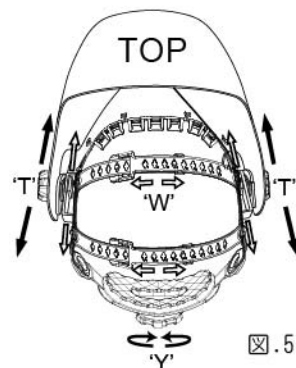

図.5
ヘッドバンドの後部にあるノブを回して、ヘッドバンドの外周を広げたり、縮めたりすることができます(図.5の調整“Y”参照)。本遮光面を装着したままの状態で、この調整を行うことができます。ヘッドギアを頭部にしっかりと固定しながら、きつすぎない程度のしっかりとしたフィット感を得ることができます。
- ・頭部のヘッドバンドの位置が高すぎたり、低すぎたりする場合は、頭部の最上部を通るストラップを調整してください。ストラップの調整は、ヘッドバンドの穴にはまった突起部（ロッキングピップ）を押してはずし、ヘッドバンドの端を緩めて行います。必要な分だけヘッドバンドの両端をずらし、適当な穴に突起部をはめてください（図.5の調整“W”参照）。
手順1：ブロックナットを解除し（図.5の“T”参照）、面体から顎の位置までの距離を調整します。